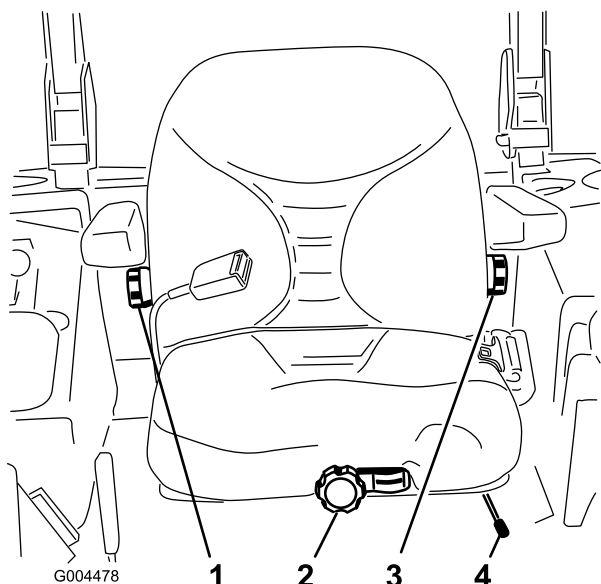

図 35
1. 調整は、レバーを横に動かしてシートロックを解除して行う(図 35)。
運転席に座らずに、座席前部にあるノブを、オペレータの体重に合わせてセットします(図 35)。
調整は、右側アーム・レストの下にあるノブを回して行います(図 35)。
調整は、左側アーム・レストの下にあるノブを回して行います(図 35)。